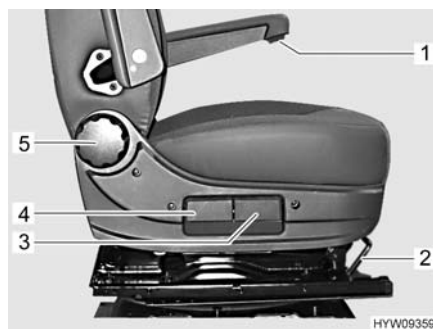

Fig. 20 Elementi di comando (sedile del conducente/passeggero)
- Tirare la staffa (Fig. 20,2) verso l'alto.
- Tirare la maniglia (Fig. 20,3) verso l'alto.
- Tirare la maniglia (Fig. 20,4) verso l'alto.
- Ruotare la rotella zigrinata (Fig. 20,5). A seconda della direzione di rotazione lo schienale si muove in avanti o indietro.
- Ruotare la rotella zigrinata (Fig. 20,1). A seconda della direzione di rotazione il bracciolo si muove verso l'alto o verso il basso.